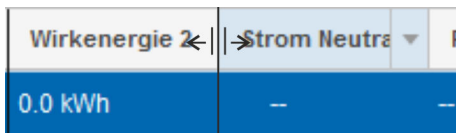

Abb. 95: Spaltenbreite anpassen
**3.** ➔ Den Mauszeiger in den Bereich zwischen zwei Spalten bewegen und die linke Maustaste gedrückt halten, um die Breite einer Spalte anzupassen (Abb. 95).